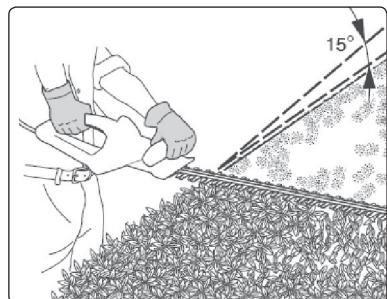

Abb. 9
► Beim Schnitt im oberen Zaunbereich führen Sie die Schere mit einer leichten Neigung gegenüber der Schneideebene. Diese Arbeitsweise ermöglicht einen mehr wirkungsvollen Schnitt, siehe Abb. 9.